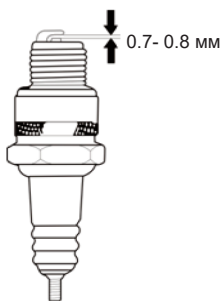

Рис. 16
4. Проверьте зазор между электродами свечи зажигания. Он должен составлять 0.7-0.8 мм (Рис. 16). При необходимости отрегулируйте зазор.